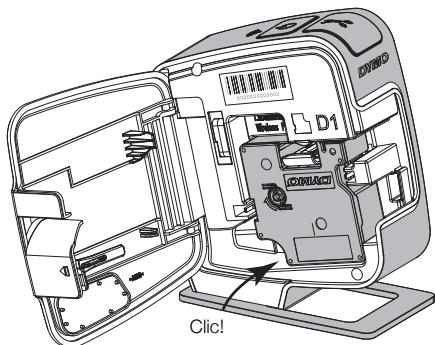

Figura 4
- 3 Inserire la cartuccia e premerla con decisione fino ad avvertire uno scatto che ne indica l'inserimento corretto. Vedere la Figura 4.